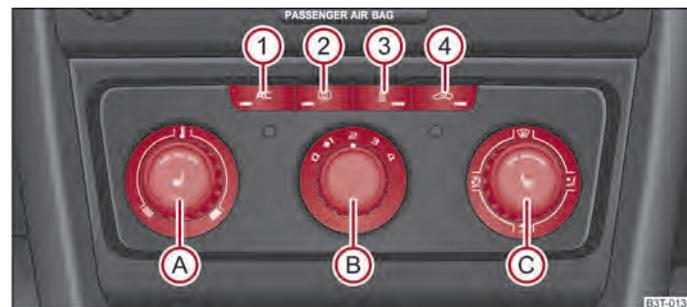

Abb. 110 Klimaanlage: Bedienungselemente
Die Kühlung arbeitet nur dann, wenn die Taste **AC** ⇒ Abb. 110 **1** gedrückt ist und folgende Bedingungen erfüllt sind:
- Drehen Sie den Drehregler **A** ⇒ Abb. 110 nach rechts, um die Temperatur zu erhöhen.
- Drücken Sie die Taste **AC** **1** ⇒ Abb. 110. In der Taste leuchtet die Kontrollleuchte.
- Bedienelemente A, B, C und die Taste 1 und 4 ⇒ Abb. 110.
- Drücken Sie die Taste 4 ⇒ Abb. 110, in der Taste leuchtet die Kontrollleuchte auf.
Wenn der Luftverteilungsregler C in der Position ⇒ Abb. 110 steht, wird der Umluftbetrieb automatisch ausgeschaltet. Durch wiederholtes Drücken der Taste können Sie auch in dieser Stellung den Umluftbetrieb wieder einschalten. ▶